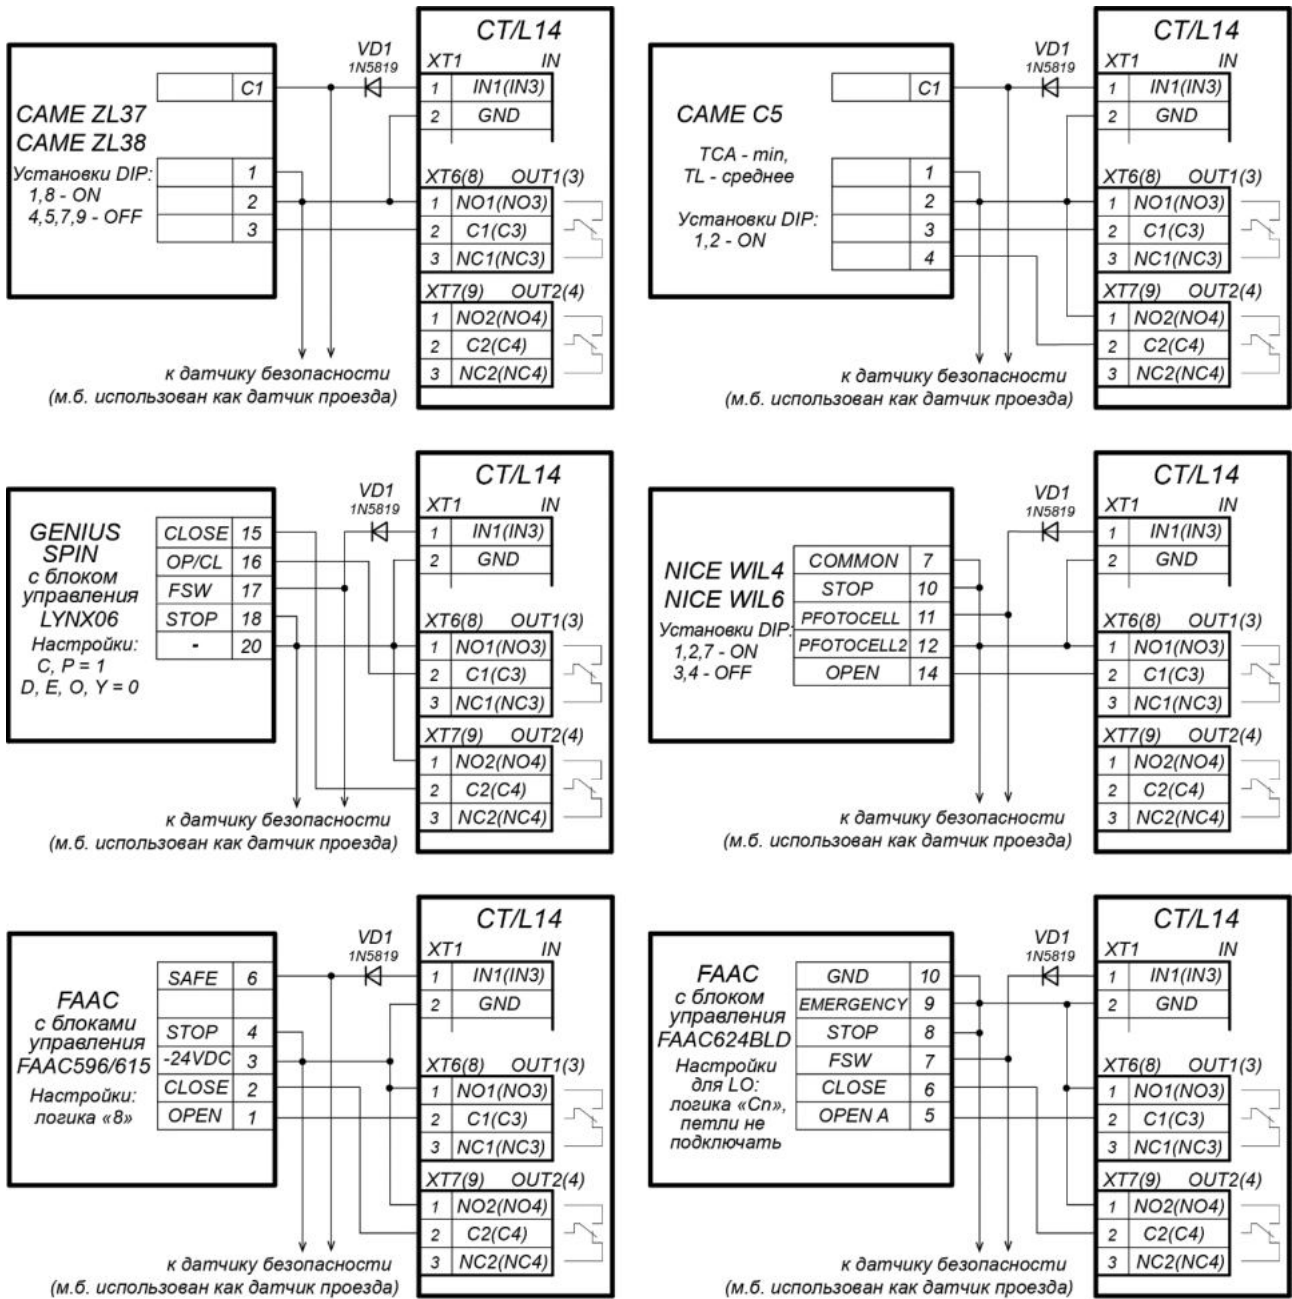

Рисунок 8. Примеры схем подключения шлагбаумов к контроллеру АТГ
2. Типовые схемы подключения ИУ АТП представлены на рис. 8.